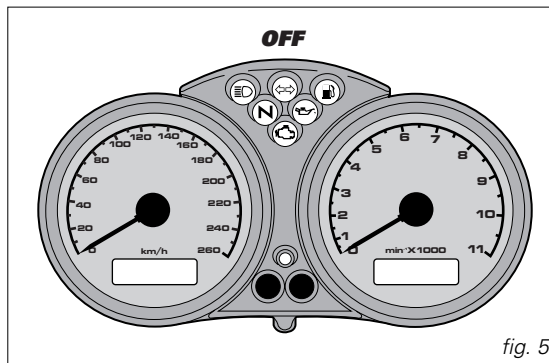

fig. 5
Al encendido (llave de **OFF** a **ON**) el salpicadero cumple un **Check** de todos los instrumentos (agujas, display, testigos) ver (fig. 5 y 6).
Si se presiona la tecla (B) (fig. 5) dentro de 5 segundos con la llave en posición **ON**, cada vez que se presiona dicho pulsante variará la intensidad luminosa del salpicadero.